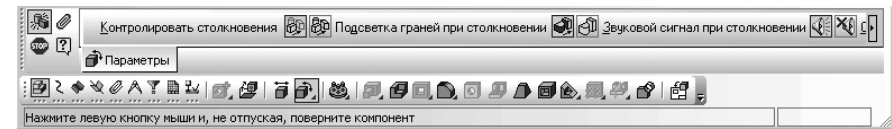

Рис. 6.38. Панель свойств: Повернуть компонент, Компактная панель и Строка сообщений
- щелкните в **Компактной** панели по кнопке переключателю  – **Редактирование сборки**, а затем в панели инструментов по кнопке  – **Повернуть компонент** – кнопке с изображением над кубиком стрелки поворота. Указатель курсора поменяет свою форму на стрелки поворота . Появится **Панель свойств: Повернуть компонент** (рис. 6.38).